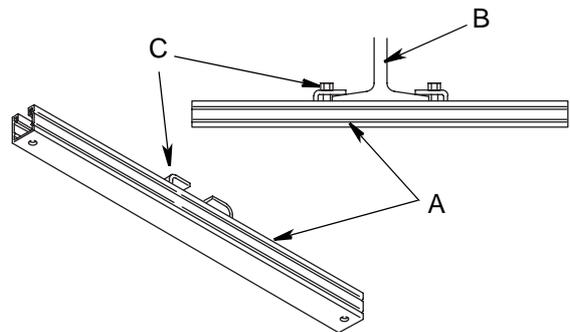

Fig. 26
Para los pasos siguientes, consulte la FIG. 26.
7. Alinee los 4 agujeros en la base de montaje del carrete de manguera con los agujeros cerca de los extremos de las ménsulas de montaje (A) (FIG. 26) y atornille firmemente el carrete de manguera en las ménsulas de montaje.
9. Coloque y apriete firmemente las abrazaderas ajustables (C) de las ménsulas de montaje en las bridas de la viga en I (B) (FIG. 26). Ajuste firmemente las abrazaderas a 10 ft. lbs (13,5 N.m).